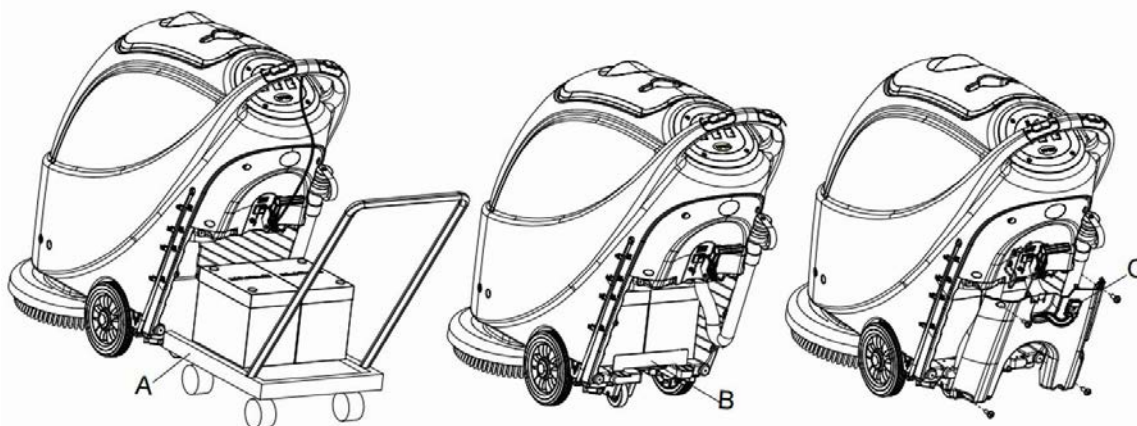

Figura 7
14. Instale la batería con las herramientas especiales de montaje de baterías (**A, Figura 7**). Una vez que la batería esté instalada, retire la herramienta de montaje e instale el soporte de fijación de la batería (**B, Figura 7**).
15. Inserte el conector de la batería (**C, Figura 7**) a través del agujero en la parte superior de la tapa de la caja de baterías, introduzca la manguera de vaciado a través del agujero que está a la derecha de la tapa de la caja de baterías, fije la caja de las baterías por medio de 4 tornillos, luego instale el cordón de arrastre de la escobilla de goma, la manguera de vaciado y la escobilla de goma, sucesivamente.